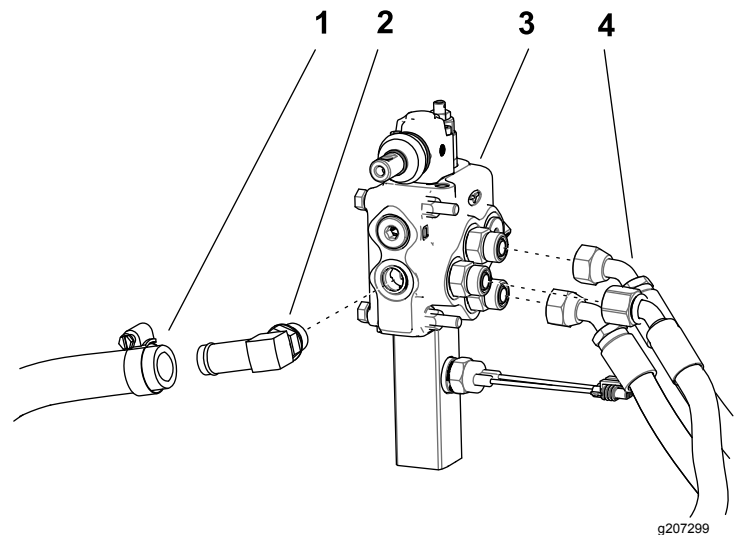

Figure 10
4. Débranchez les 3 flexibles de pression des raccords droits sur le côté du distributeur auxiliaire (Figure 10).
5. Desserrez le collier du flexible de retour et débranchez le flexible du raccord coudé à l'arrière du distributeur auxiliaire (Figure 10).
7. Déposez le raccord coudé au dos du distributeur auxiliaire (Figure 10).
3. Sur les 3 flexibles de pression et les orifices indiqués à la Figure 10, marquez les emplacements de raccords